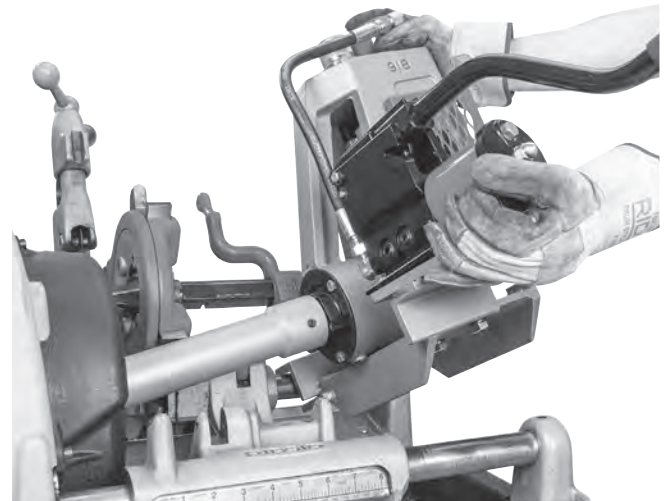

Abbildung 9 - 918 Rollnutgerät auf dem Sockel der 535 Gewindeschneidmaschine
4. Legen Sie mit dem Ende der Antriebsstange im Spannfutter der Maschine den offenen Schlitz des Sockels (Stabilisatorseite) über die hintere Schlittenschiene und senken Sie die Pumpe auf die vordere Schlittenschiene ab. (Siehe Abbildung 9).